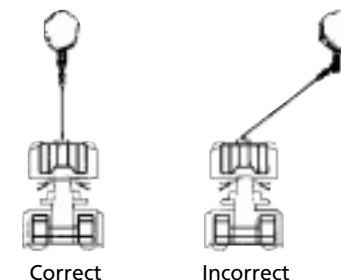

Figure 6
13. **ÉVITEZ LES TREUILLAGES CONTINUS EFFECTUÉS À DES ANGLES EXTRÊMES** car ils enroutent le câble sur un côté du tambour (Fig. 6). Ceci peut coincer le câble dans le treuil et endommager le câble ou le treuil.